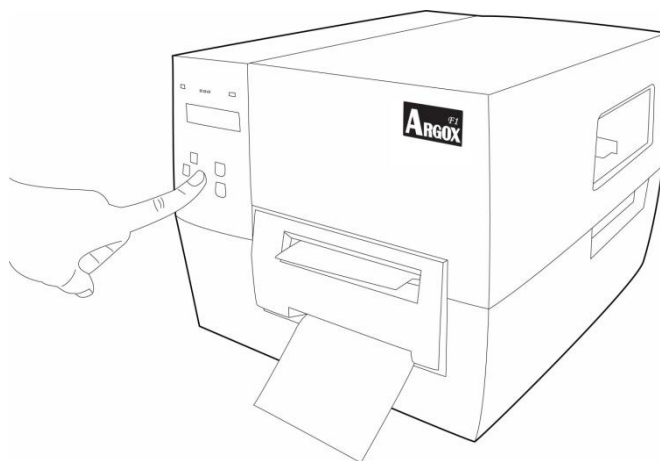

Figura 21
86. Feche a tampa superior e ligue a impressora ou pressione o botão FEED (ALIMENTAÇÃO) se a impressora já estiver ligada (Figura 21).